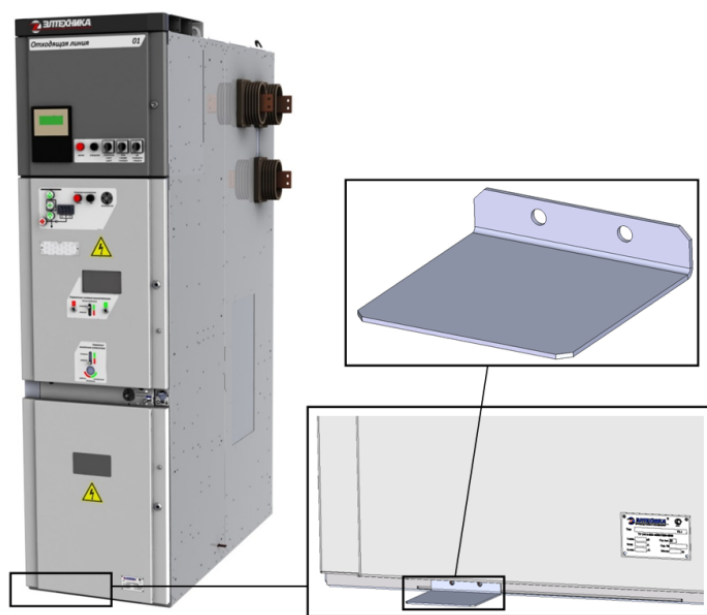

Рис. 25. Присоединение к внешнему контуру заземления
2.5.2.6 Соединить шкафы КРУ с контуром заземления при помощи уголка заземления согласно рис. 25. Уголок заземления крепится: к шкафу КРУ – с помощью 2 болтовых соединений М6 (отверстия в уголке сверлятся по месту), к контуру заземления – посредством сварки.